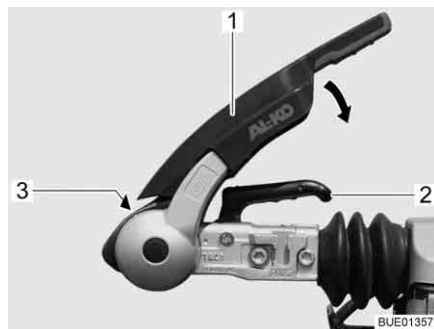

Bild 5 Sicherheitskupplung AKS 3004
- Den Stabilisierungshebel (Bild 5,1) bis zum Anschlag nach oben ziehen.
- Kupplungsgriff (Bild 5,2) nach oben ziehen.
- Sichtkontrolle durchführen: Der grüne Zylinder der Sicherheitsanzeige (Bild 5,3) muss sichtbar sein.
- Die Stabilisierungseinrichtung aktivieren. Dazu den Stabilisierungshebel (Bild 5,1) bis zum Anschlag nach unten drücken.